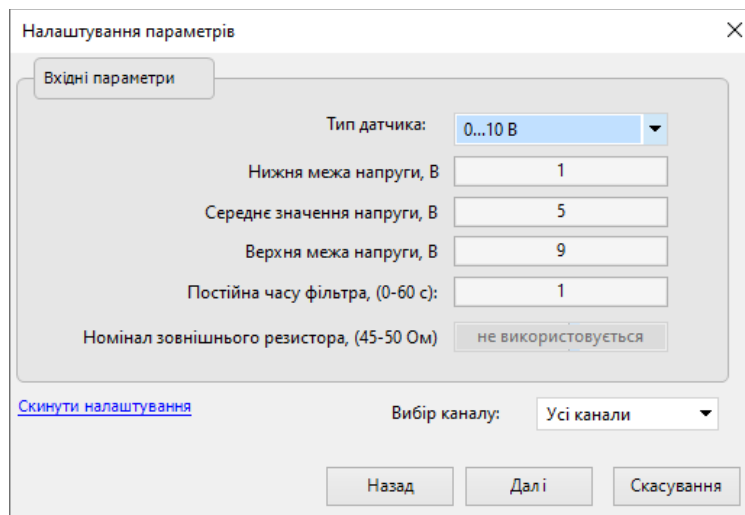

Рисунок 8.7 – Меню налаштування параметрів
- Далі у вікні «Налаштування параметрів» вибрати значення параметра «Тип датчика» рівним «0...10 В» (див. рисунок 8.7).